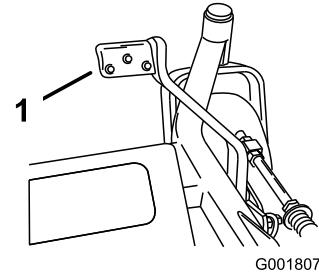

Figure 19
2. Appuyez sur ce levier tout en tirant sur le levier de sélection de hauteur de coupe (Figure 19).